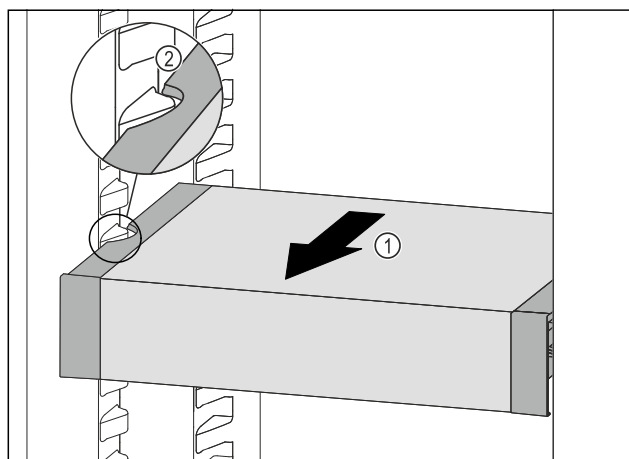

Fig. 108
- ▶ Trekk VarioSafe forover Fig. 108 (1), til utsparingene på sidene av VarioSafe er på nivå med rillene i kjøleskapet. Fig. 108 (2)